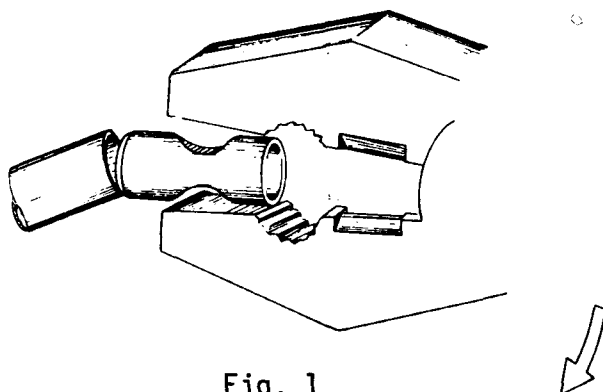

Fig. 1
- b Usando alicate, dobre parcialmente o tubo até o escoamento total do gás (fig. 1).